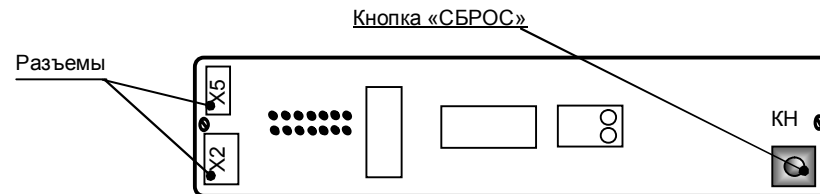

Рис. 6 Плата индикации
- Для обнуления счетчика нажать кнопку «СБРОС» (КН) рис.6, расположенную на плате индикации панели управления, установленной на крышке рециркулятора.